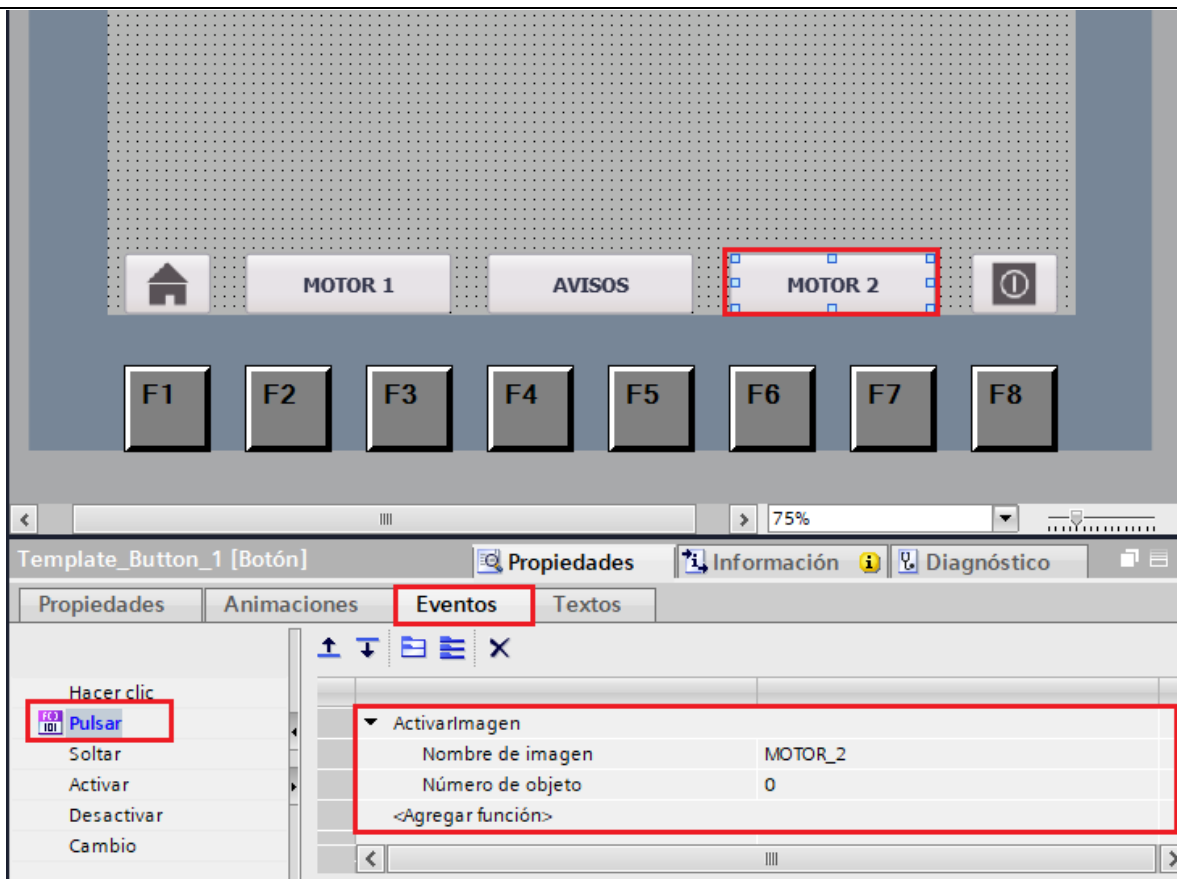

Figura 37. Configuración botón MOTOR_2.
- En “Nombre de imagen” seleccionar “MOTOR_2” (ver Figura 37).